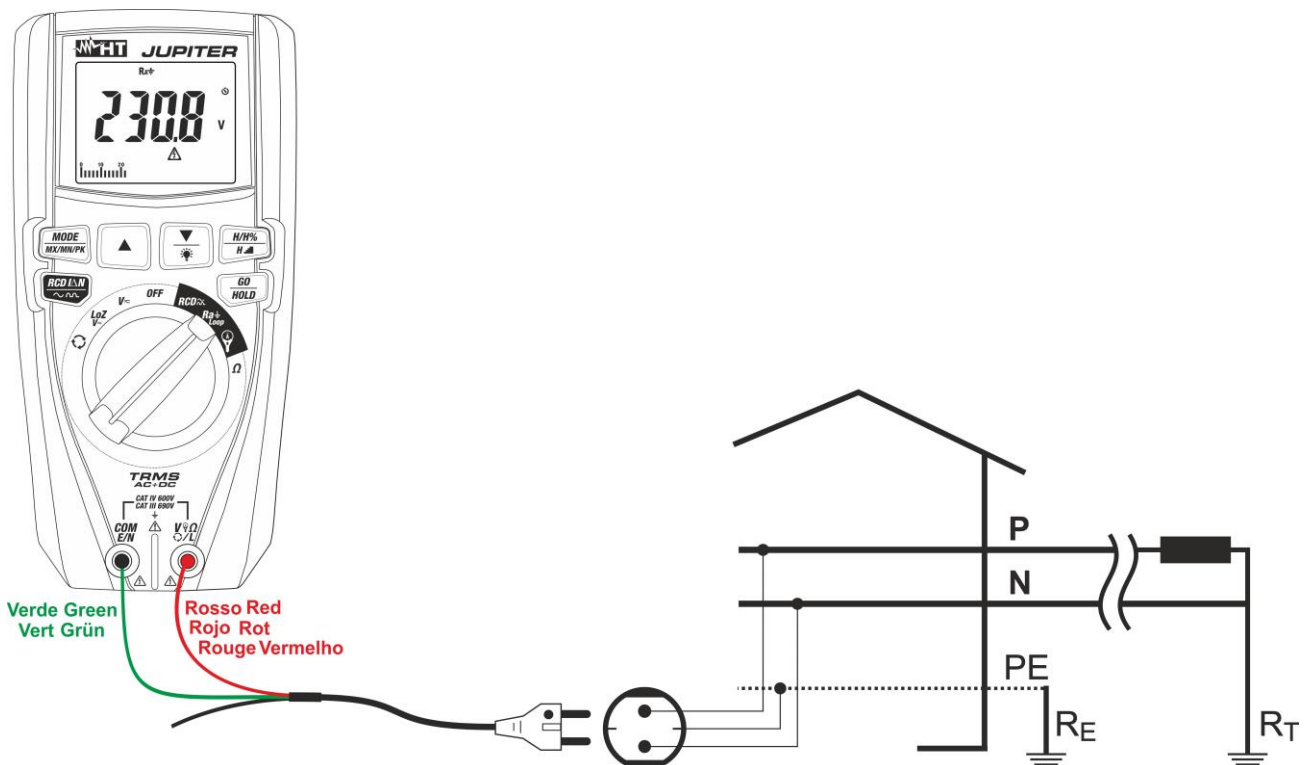

Fig. 23: Uso del instrumento para medida impedancia Bucle L-PE con cable de toma Schuko
5. **Para la medida de Bucle L-PE** en caso de uso del cable con toma shuko inserte el conductor rojo en el terminal de entrada **V Ω /L** y el conductor verde en el terminal de entrada **COM/E/N** y conecte el instrumento a la instalación en examen (ver Fig. 23). El valor de la tensión Fase-Tierra se muestra en pantalla